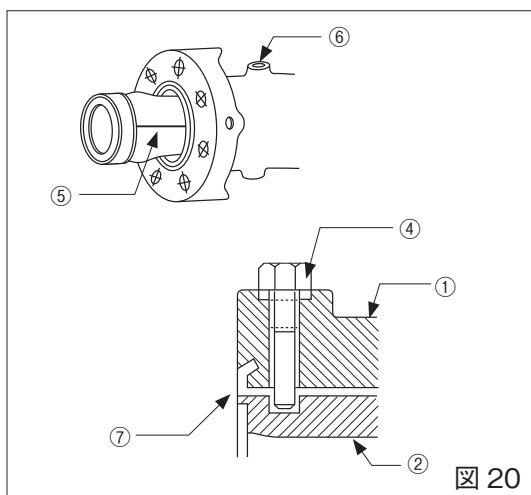

図 20
1. ①本体内部を清掃してください。
2. ①本体に②ゴムスリーブを挿入してください。
①本体にゴムスリーブを挿入しずらい時は、①本体の内面にシリコンプレー等を塗布されますと、挿入しやすくなります。(オイル等は使用しないでください。)
3. ②ゴムスリーブの⑤合わせ面を⑥操作圧力供給口より 90 度回転した位置に合わせて、④ストッパーボルトで固定してください。この時、②ゴムスリーブの芯金の溝に④ストッパーボルトで固定してください。(図 20)